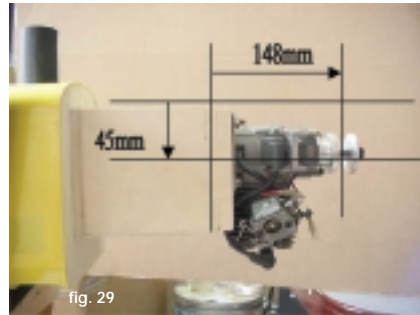

fig. 29
Install the motor as shown in fig. 29.
*Monteer de motor zoals afgebeeld in fig. 29.*
*Let op: Het is soms nodig gewicht in neus of staart te steken om het zwaartepunt (ZP) aan te passen. Bij de eerste vlucht raden wij aan het ZP naar voor te leggen.*
Installez le moteur comme indiqué sur la fig.29.